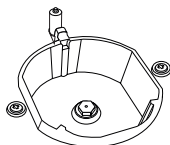
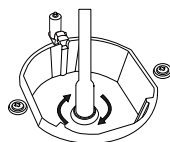

Рис. 6
Рис. 7
2. Снимите насадку (рис. 6) с конфорки отверткой со специальной головкой и установите новую насадку. (рис.7)